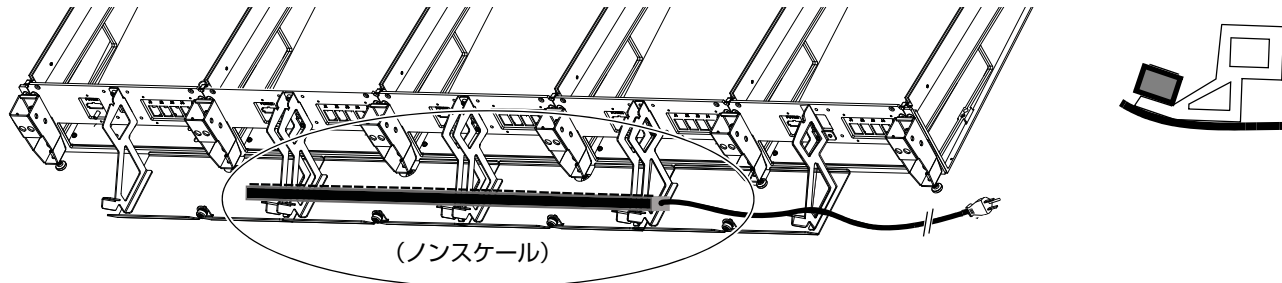

図2. リア・パネル・ブラケットの上に置いたテーブルタップの背面図（左）と側面図（右）
- 1 フレーム背面の中央に立ち、テーブルタップをリア・パネル・ブラケットの上に置きます。このとき、ブラケットの傾斜するアームの上に収まるように置きます（図2を参照）。テーブルタップのソケットは、表側を上にしてフレームの前面に沿って置きます。